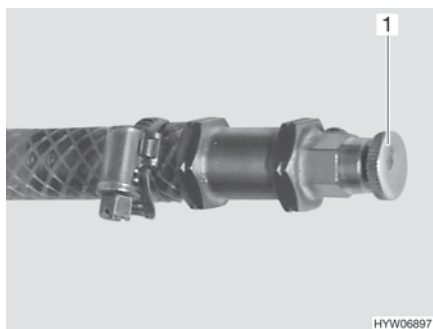

Fig. 185 Valvola di sfiato del riscaldamento ad acqua calda
- Aprire la valvola di sfiato (Fig. 185,1) e lasciare uscire tutta l'aria presente nel circuito.